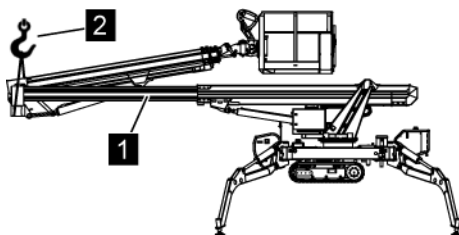

Abb. 232: Unterarmausschub austeleskopieren
17. Den Unterarmausschub (Abb. 232/1) vollständig austeleskopieren (☞ Kapitel 6.15 „Servicebetrieb“ auf Seite 146).
19. Den Unterarmausschub (Abb. 232/1) vollständig einteleskopieren (☞ Kapitel 6.15 „Servicebetrieb“ auf Seite 146).
20. Kran (Schlupf) (Abb. 232/2) entfernen.